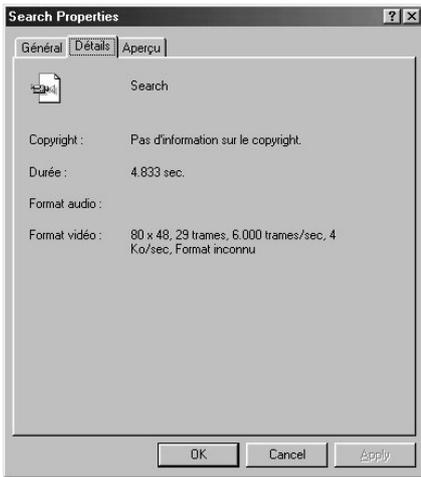

Figure 4a. Afficher les spécificités d'un fichier vidéo.
3. Dans cette boîte de dialogue Propriétés, cliquez sur l'onglet Détails. Windows 98, en retour, affiche la feuille Détails qui contient les spécificités du fichier vidéo, comme le montre la **figure 4a**.